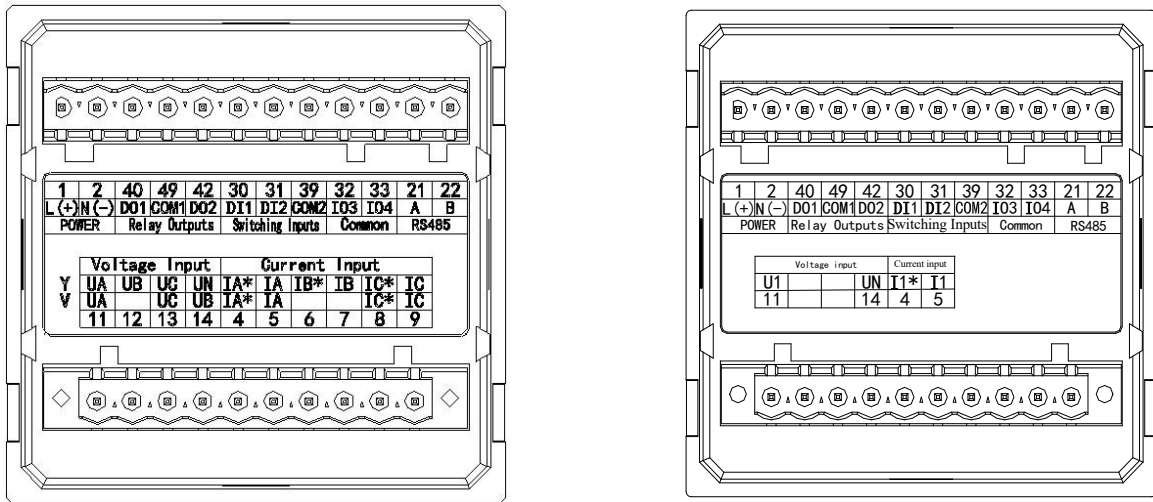

Figur 5 Figur 6
- 3) Instrumentet monteras från framsidan till monteringshålet, som visas i figur 5